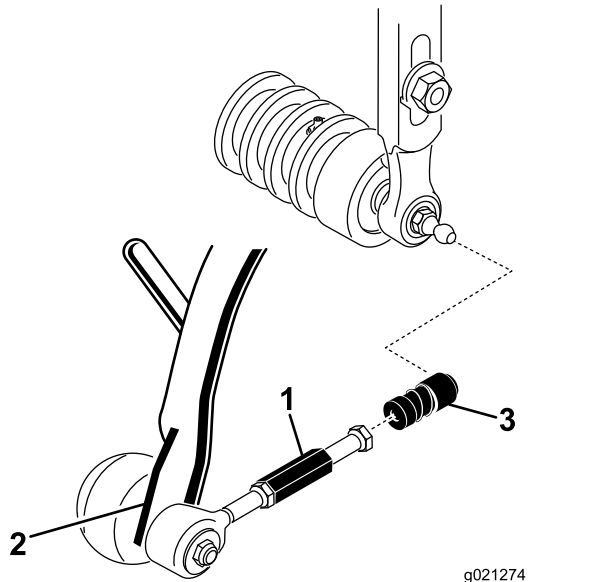

図 7
- ボールジョイントのレシーバのスリーブを後ろにずらし、レシーバをカッティングユニットのボールスタッドに嵌め合わせる **図 7**。